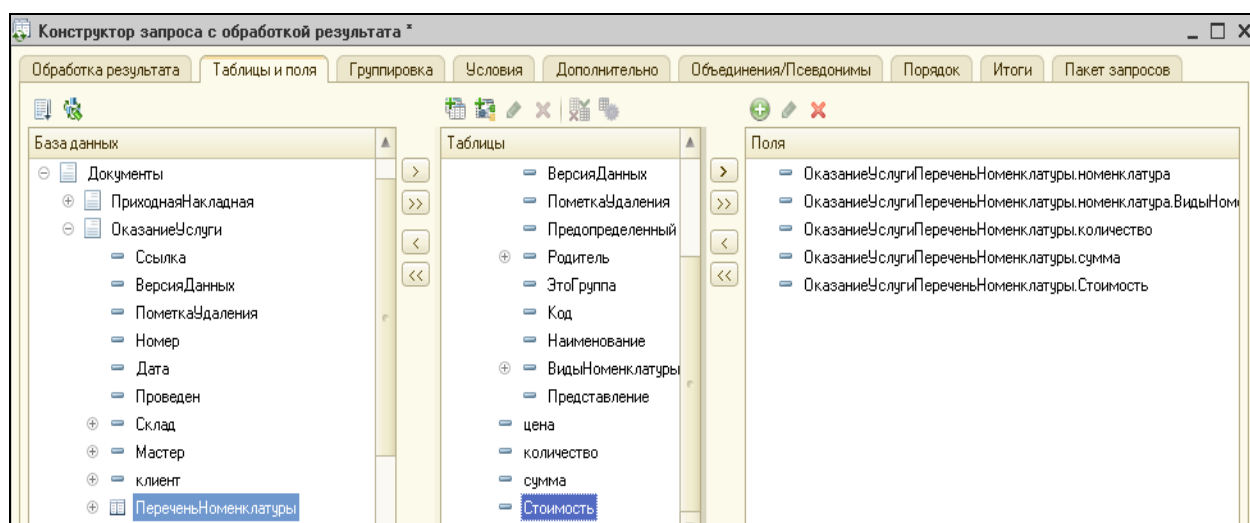

Рисунок 5.1 Выбранные поля
3. В окне конструктора запроса перейти на закладку **Таблицы и поля**. Выбрать таблицу **ОказаниеУслугиПереченьНоменклатуры**, из таблицы выбрать поля: **Номенклатура**, **НоменклатураВидНоменклатуры**, **Количество**, **Сумма**, **Стоимость** (рис. 5.1).